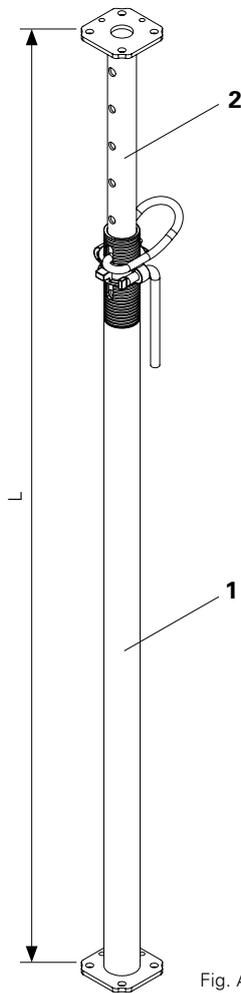

Fig. A1.01
1. Positionner la coulisse intérieure (2) de l'étais de dalle à la hauteur désirée. (Fig. A1.01/A1.01a/A1.02)
2. Tourner la coulisse intérieure de telle manière que l'alésage du trou oblong du fût extérieur (1) soit visible. (Fig. A1.01 + A1.01a)